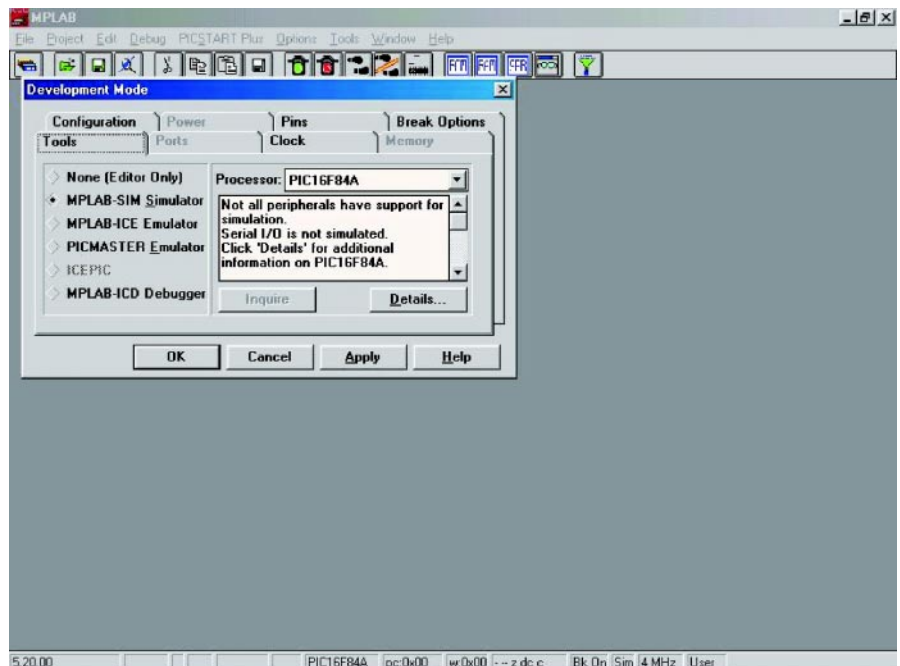

Figura 2 - Seleção do processador.
*Options* -> *Development Mode*, e selecione a ficha “**Tools**” e teremos a tela da figura 2.